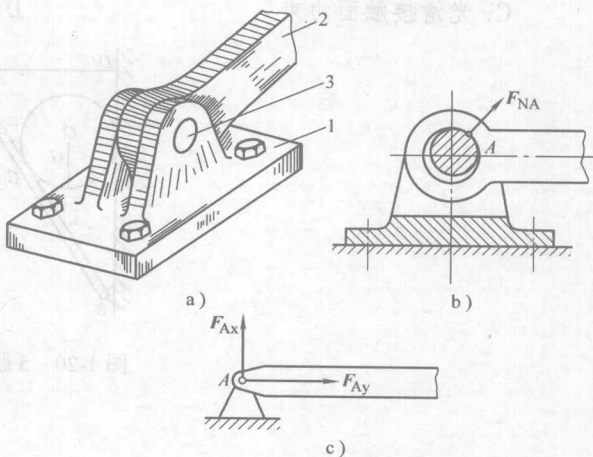

图 1-16 固定铰链支座
(1) 固定铰链支座 用圆柱销联接的两构件中, 有一个是固定件, 称为固定铰链支座, 如图 1-16 所示。